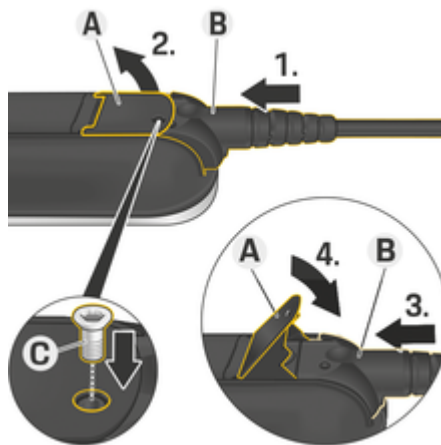

Fig. 39 Fissaggio del cavo e del connettore
- ✓ La linguetta **A** (Fig. 39) è chiusa.
1. Inserire il connettore **B** (Fig. 39) nell'unità di comando fino ad avvertire una prima resistenza.
5. Fissare il connettore **B** con la vite **C** (Fig. 39) all'unità di comando.